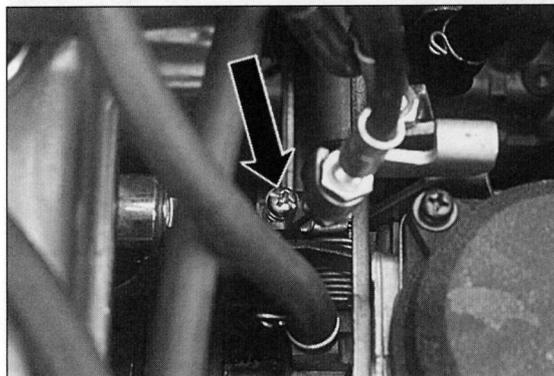

Bild 49
- Durch Drehen der Abgleichsschraube (Bild 49) nach rechts oder links (ausprobieren) Gleichlauf zwischen Zylinder 1 und 2 einstellen.